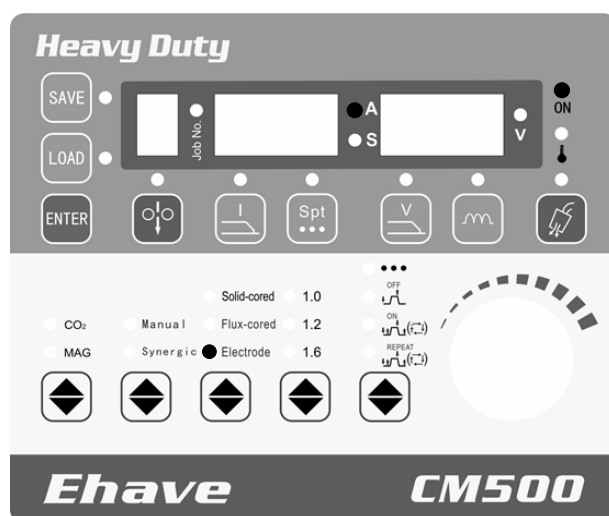

Рис. 3-41 Выбор режима ручной дуговой сварки.
3. Выполните сварочные после того, как параметры установлены. Смотрите рисунок 3-41.